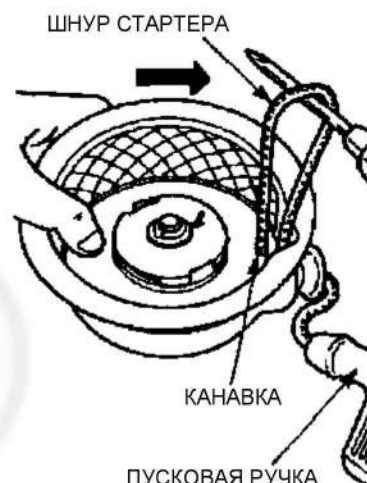

Рис. 79
- (1) С помощью накидного ключа снять ручной стартер с двигателя.
- (2) Потянуть пусковую ручку и вытянуть стартовый шнур на 30-40 см. Плотнo прижать шкив большим пальцем руки, как показано на Рис. 79, чтобы шкив не смог провернуться назад в том месте, где канавка шкива располагается напротив выхода стартового шнура. Отверткой вытянуть стартовый шнур с внутренней части шкива.
- (1) Потянуть ручку пуска 2-3 раза и немного вытянуть стартовый шнур.
- (2) Потянуть пусковую ручку и вытянуть стартовый шнур на всю длину.
- a) Если стартовый шнур частично остался на катушке, или совсем не возвращается обратно, пружина находится в состоянии чрезмерного натяжения. Тогда перемотайте стартовый шнур 1 или 2 раза по инструкции на Рис. 79.